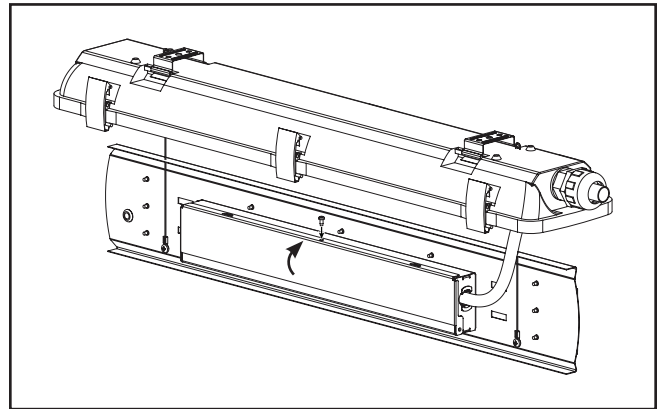

Figure 15.
16. Fermez la porte du boîtier du pilote et fixez-la au moyen de la vis de la porte du pilote. (Figure 15) Sans toucher aux cartes à DEL, soulevez le plateau de mécanisme et remettez-le en place en alignant les trous rectangulaires avec les agrafes du plateau de mécanisme. Enclenchez de nouveau le plateau de mécanisme en place.